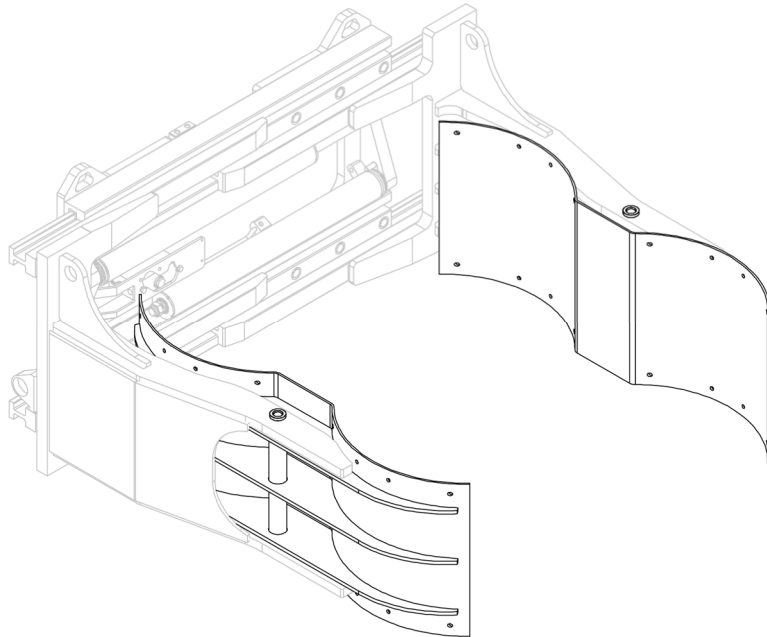
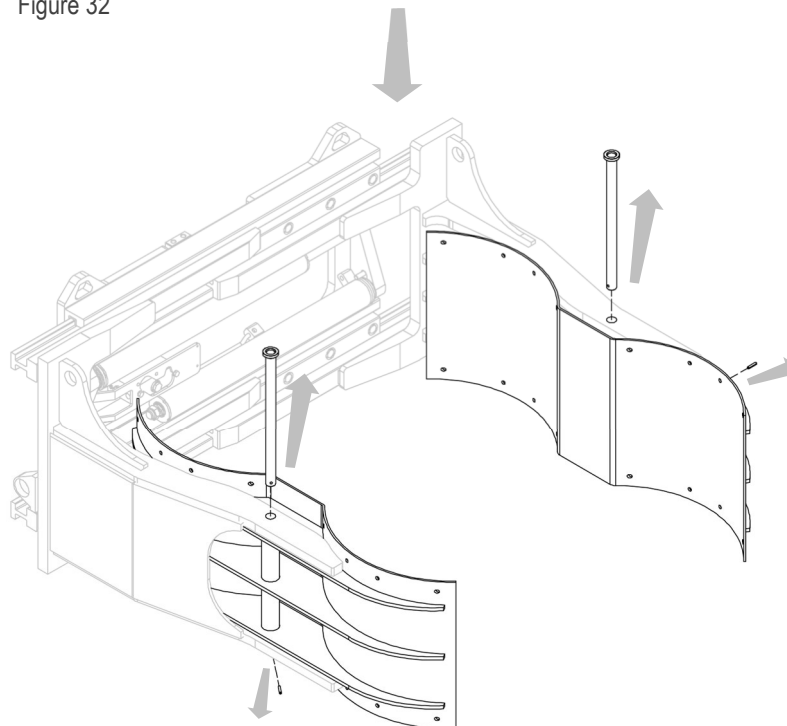

Figure 32
Figure 33
3. Retirer les mâchoires des fourches (voir *Figure 32* et *Figure 33*).